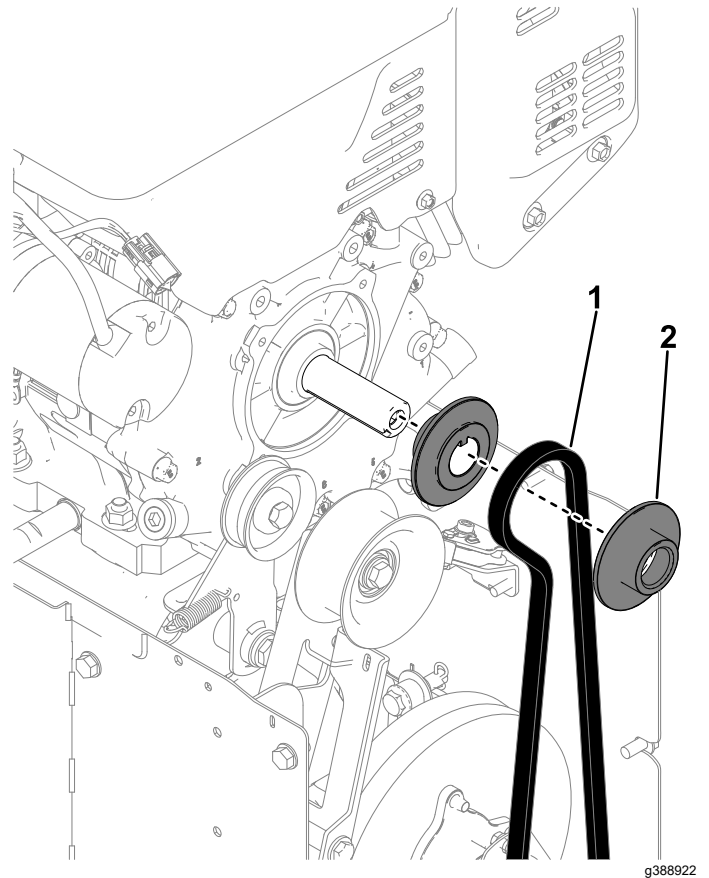

Figura 8
3. Retire las 2 poleas de tracción y la correa de tracción del cigüeñal (Figura 8).